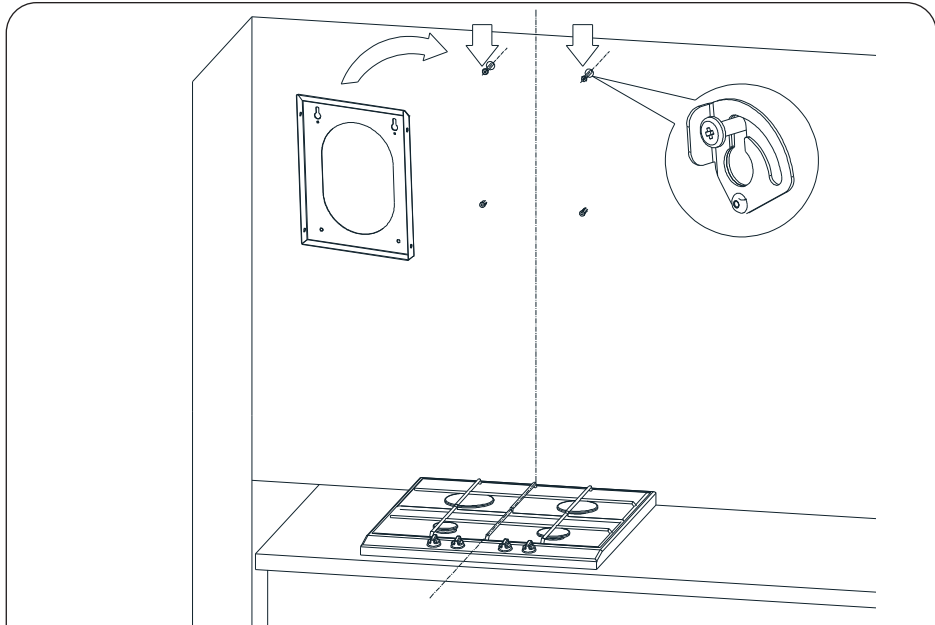

Abb. 8 Aufhängung der Halterung der Abzugshaube
4. Hängen Sie die Halterung der Abzugshaube an den beiden gelösten Schrauben auf (Abb. 8).